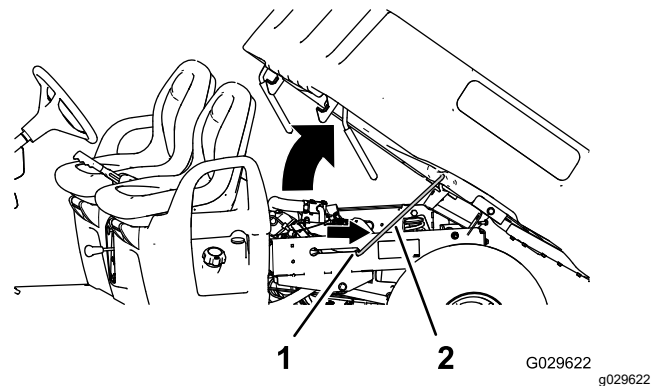

Figura 14
2. Tire de la varilla de sujeción hasta que entre en la muesca de retención para sujetar la plataforma (Figura 14).
2. Extraiga la varilla de sujeción de la muesca de la ranura (Figura 14).
3. Baje la plataforma hasta que se enganche firmemente en su sitio (Figura 14).